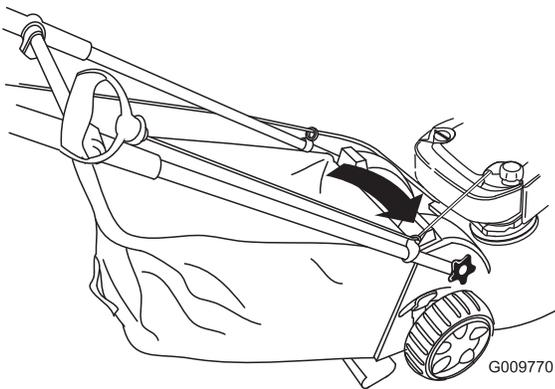

Bild 31
1. Verlegen Sie das Starterkabel um die untere Kabelführung (Bild 31).